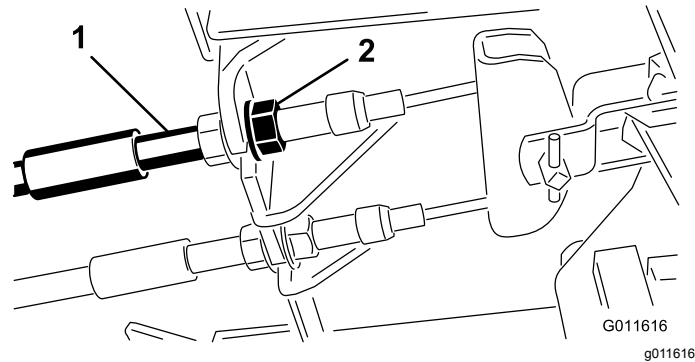

图63
- 1. 要缩短刹车踏板的自由行程可以通过松开刹车拉线螺纹端的前螺母紧固刹车图63。